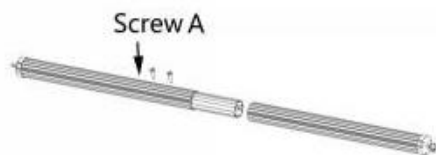

Figure C8
3.4.1 Estrarre il tubo avvolgitore della tenda da sole e i relativi tubi di collegamento interni, unirli come mostrato in figura e fissarli con le viti autofilettanti A per formare un insieme. (Figura C8)